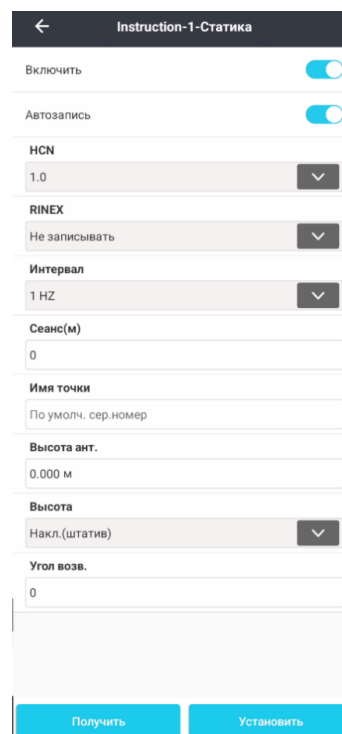

Рисунок 5.3.2
3. Первое, что необходимо сделать, это считать настройки прибора, нажав кнопку **Получить** (Рисунок 5.3.2). На контроллер придут настройки, установленные в приборе.
4. После установки необходимых параметров нажмите кнопку **Уст данные** (Рисунок 5.3.2). Данные отправятся на прибор.